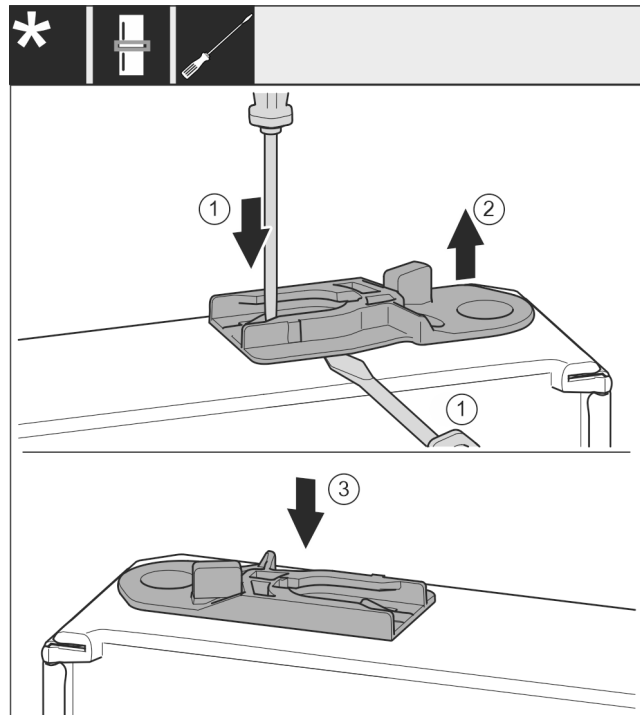

Fig. 38
- ▶ Sortir la douille de guidage : Pousser la languette avec un tournevis plat et la faire passer simultanément sous la douille de guidage avec un tournevis plat. Fig. 38 (1, 2)
- ▶ Pousser la douille de guidage fournie à la livraison de l'autre côté du logement. Fig. 38 (3)